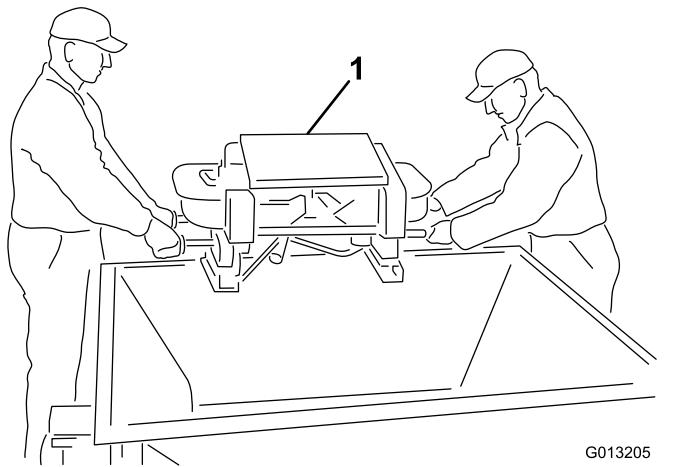

Figura 5
4. Eleve o rotor duplo para fora da tremilha utilizando as pegas exteriores do rotor duplo e coloque-o no chão (Figura 5).